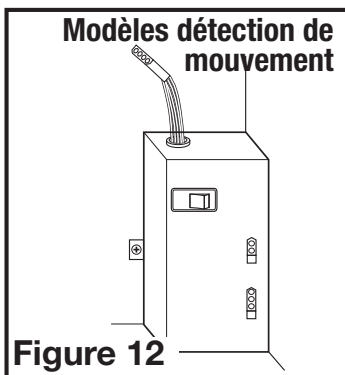

Figure 12
- 3b. **MODÈLES DÉTECTION DE MOUVEMENT:** Branchez les cordons du moteur du ventilateur à 2 et 3 broches de connexion rapide dans les connecteurs situés sur le côté du couvercle du compartiment de fil. Branchez le cordon à 3 broches de connexion rapide à partir du capteur de mouvement sur le gril dans le connecteur sortant de la partie supérieure du compartiment de fil. Ces cordons ne peuvent être insérés que dans un seul sens dans les connecteurs (Figure 12).